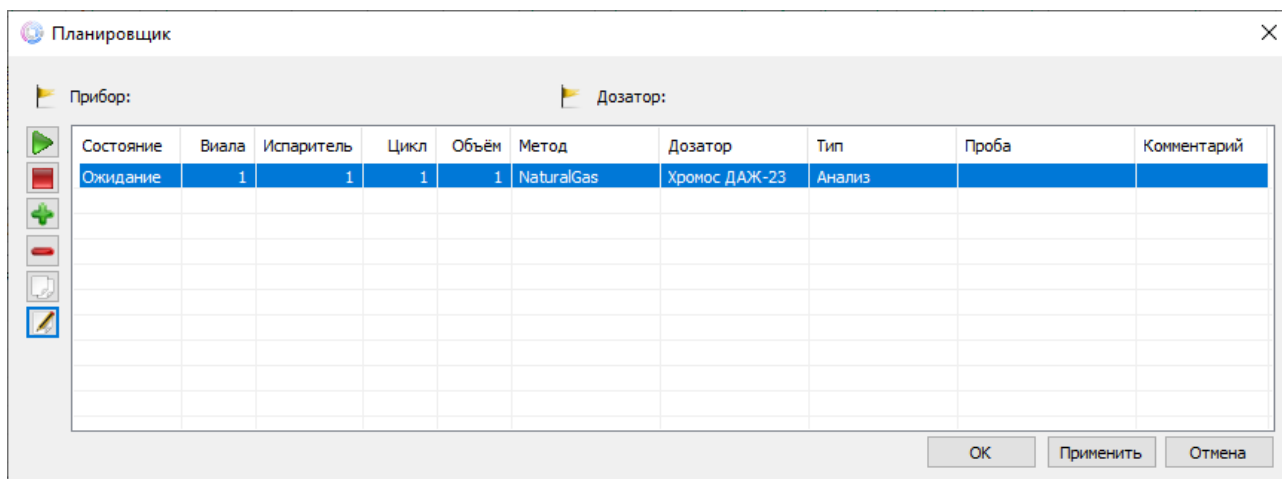

Рис. 41: Окно планировщика
Для автоматизации работы приборов можно использовать планировщик. В планировщике (Рис. 41) можно создать и запустить серию измерений для анализа или градуировки. Окно планировщика содержит индикаторы подключения хроматографа и дозатора, а также отображает информацию о серии анализов.
1. На панели управления нажмите  **Планировщик**. Откроется окно *Планировщик* (Рис. 41).